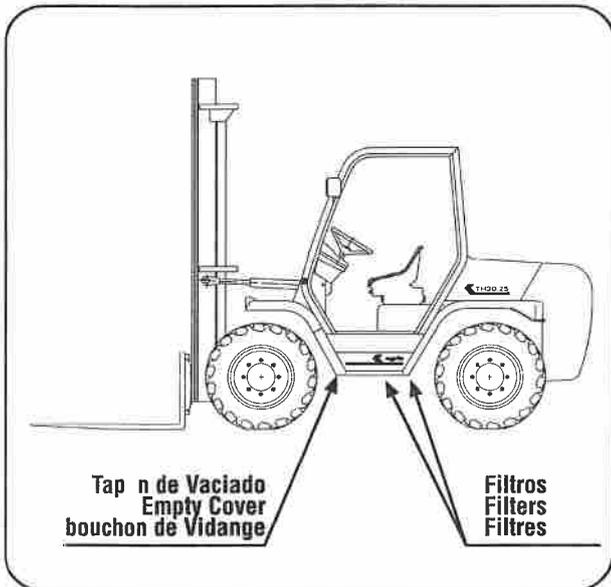

Fig. 23
- 4) Sustituir el aceite del circuito hidráulico y elemento filtrante. Para vaciar el aceite, soltar el tapón de la parte inferior del depósito. Recoger el aceite en un recipiente adecuado. (Fig. 23)